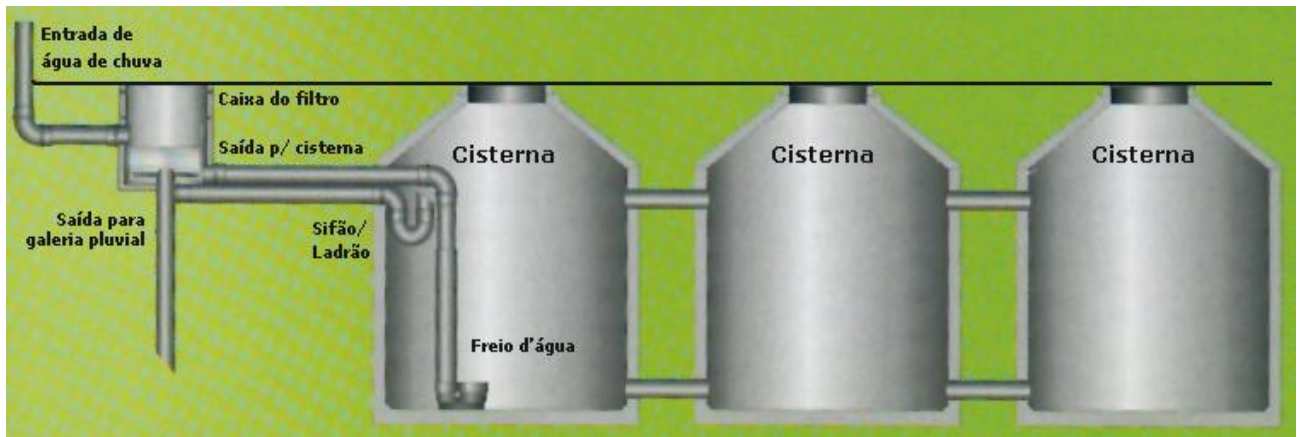

Figura 5
- 6) O freio d'água é instalado no fundo da cisterna, sendo conectado ao filtro através de um cano de 200 mm de PVC. (Figura 5)
- 7) O sifão/ladrão –bitola de 200mm - é instalado na parte mais alta da cisterna, com o sifão na parte de dentro, e o cano para fora, funcionando como ladrão. É importante, na instalação do sifão, certificar se o mesmo não vai girar, para isto fixá-lo bem na parede da cisterna. (Figura 5)
- 8) Para recalcar a água da cisterna, deve-se usar uma bomba que vai estar engatada no conjunto bóia-mangueira, usando uma bóia de nível elétrica para que a bomba só funcione se houver água dentro da cisterna. Caso as cisternas estejam interligadas, recalcar água sempre da última cisterna. (Figura 5)